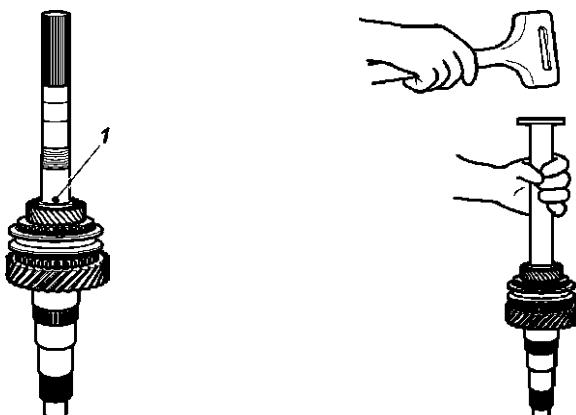

Рис. 6.25. Установка шарика:
7. Установите шестернию 47 5 передачи и вставьте шарик, как показано на рис. 6.25.